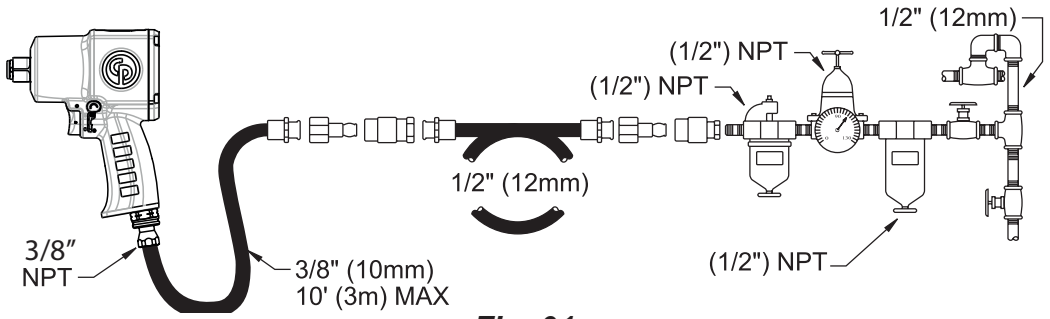
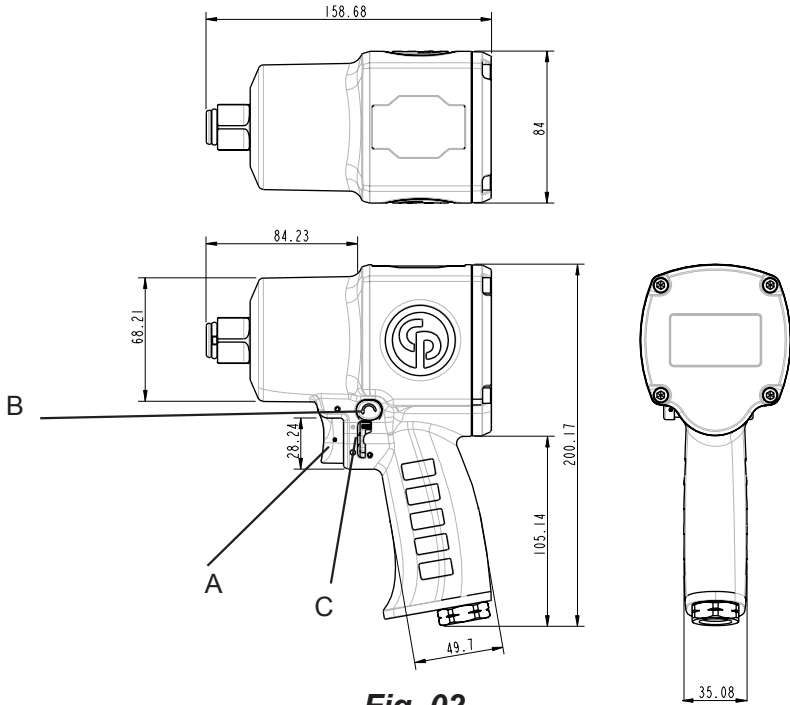

Fig. 01
Fig. 02
- Connect device as shown in Fig. 01 to a clean and dry air supply.
- To start the machine, pull the trigger (A). Machine speed is increase by increasing pressure on the trigger. Release the trigger to stop.
- To switch rotation, turn the switch (B) as shown in Fig. 02.
- Use the reverse switch (B) only when the drive spindle comes to a complete stop. Changing the speed before the drive spindle stops may damage the machine.
- To adjust output power, turn the regulator (C) as shown in Fig. 02.
- Schließen Sie das Gerät wie in Abb.01 an eine saubere und trockene Druckluftquelle an.
- Um die Maschine zu starten, muss der Auslöser (A) gezogen werden. Der Druck auf den Abzug bestimmt die Geschwindigkeit des Motors. Um die Maschine zu stoppen, den Auslöser wieder freibesen.
- Die Drehrichtung wird gewechselt, indem der Schalter (B) wie in Abb. 02 gezeigt gedreht wird.
- Den Umkehrschalter (B) nur verwenden, nachdem die Antriebsspindel vollkommen angehalten hat. Änderung der Drehrichtung vor Halt der Spindel kann die Maschine beschädigen.
- Zum Einstellen der Ausgangsleistung drehen Sie den Regler (C), wie in Abb. 02 gezeigt.